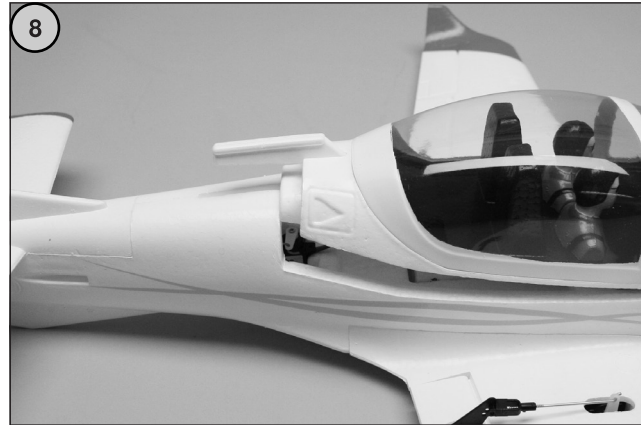

Bild 8
- Kleben Sie die Rumpfverlängerung hinten in den dafür vorgesehenen Schlitz der Kabinenhaube (siehe auch Bild 8).